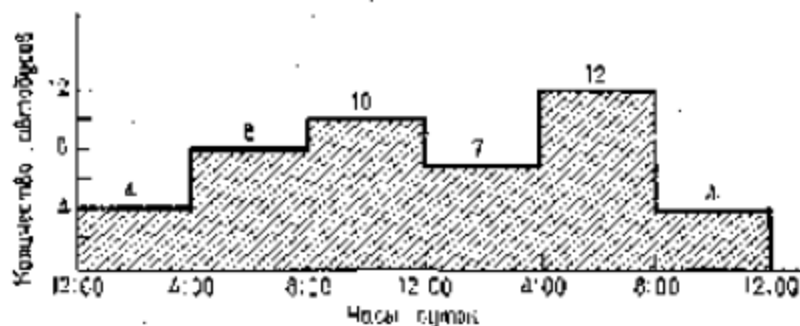

Рис.2.
1.3. (Сменно-суточное планирование работы автобусного парка.) Исследуются возможности более рациональной организации работы городского автобусного парка с целью снижения интенсивности внутригородского движения. На начальном этапе исследования было определено минимальное количество автобусов, которым можно удовлетворить существующую потребность в пассажирских перевозках. Сбор и обработка необходимой информации позволили сделать вывод, что минимальное количество автобусов, которым можно удовлетворить потребности в перевозках, существенно меняется в течение суток. При дальнейшем анализе было обнаружено, что требуемое количество автобусов можно считать величиной постоянной в пределах каждого из следующих; друг за другом четырехчасовых интервалов (рис.2). В результате проведенного исследования было решено, что с учетом необходимых затрат времени на текущий ремонт и обслуживание непрерывное использование автобусов на линии должно продолжаться только по 8 ч в сутки.